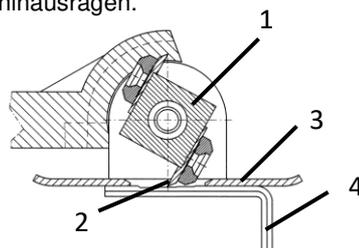

Abb. 7: Messer einstellen
- > Tauschen Sie ggf. das Messer (**2** – Abb.7) aus.
- > Drehen Sie die Walze (1 – Abb.7) so, dass das Messer maximal durch das Führungsblech (3 – Abb.7) herausragt.
- > Legen Sie den Innensechskantschlüssel (4 – Abb.7) am Führungsblech an, so dass sich die Einkerbung mit der gewünschten Schnittiefe unter dem Messer befindet.